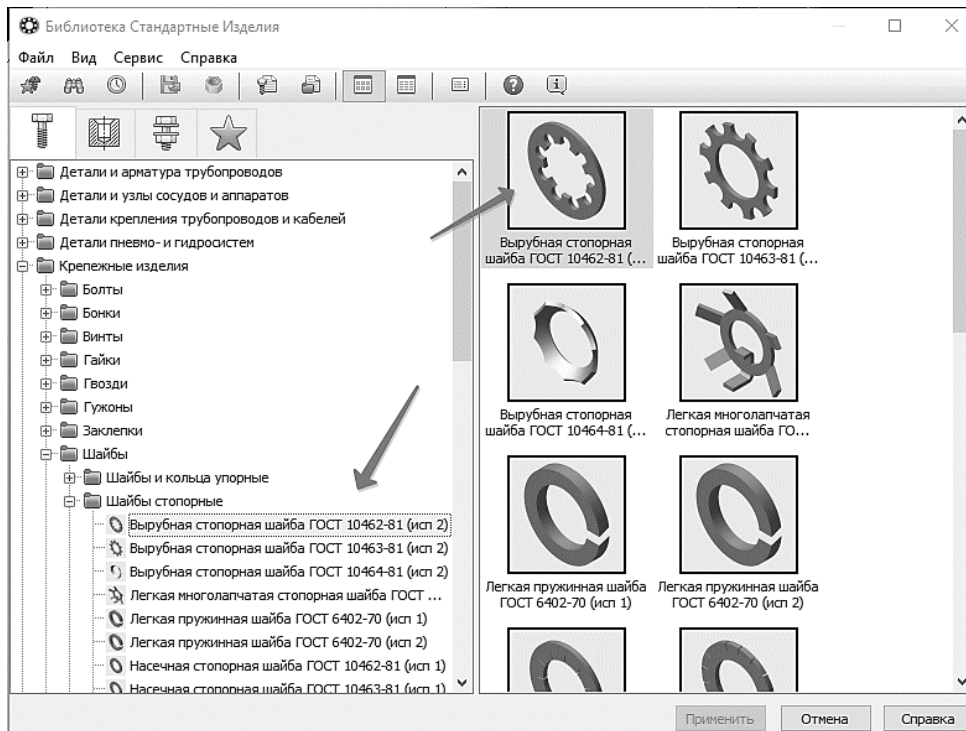

Рис. 90. Выбор типа Шайбы
10.1.6 Выполните двойное нажатие левой кнопки мыши на элементе *Вырубная стопорная шайба* ГОСТ 10462-81 (исп. 2) (рис. 90).